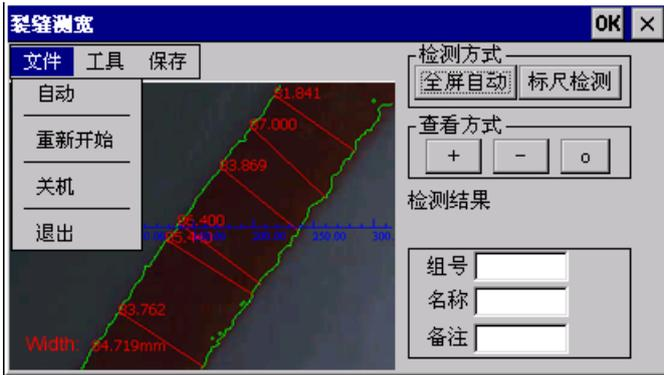

图 2-5 文件菜单
3) 文件菜单如图 2-5 所示。选择【自动】，软件将自动测量裂缝。